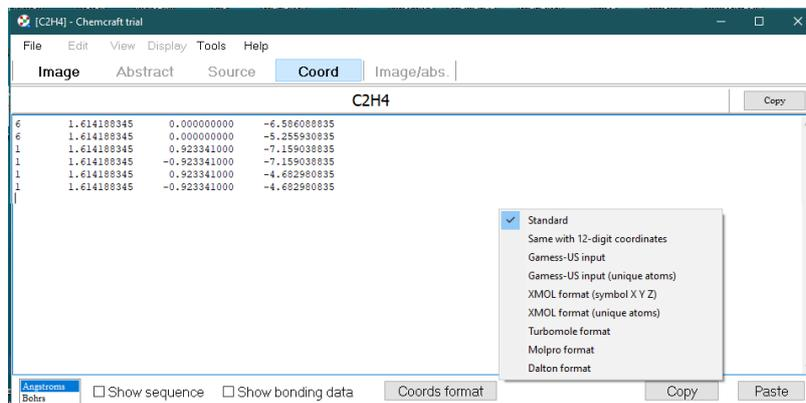

Рис. 6. Вывод расчетных данных в разных форматах
6. Из вкладки Coord импортировать декартовые координаты атомов в текстовом формате в ангстремах и борах. Кнопки Copy и Paste помогают копировать текст с координатами в буфер обмена или из буфера на экран. Внизу окна есть вкладка – Coord format – выводит расчетные данные в разных форматах. На рис. 6 приведен стандартный формат и в агстремах.